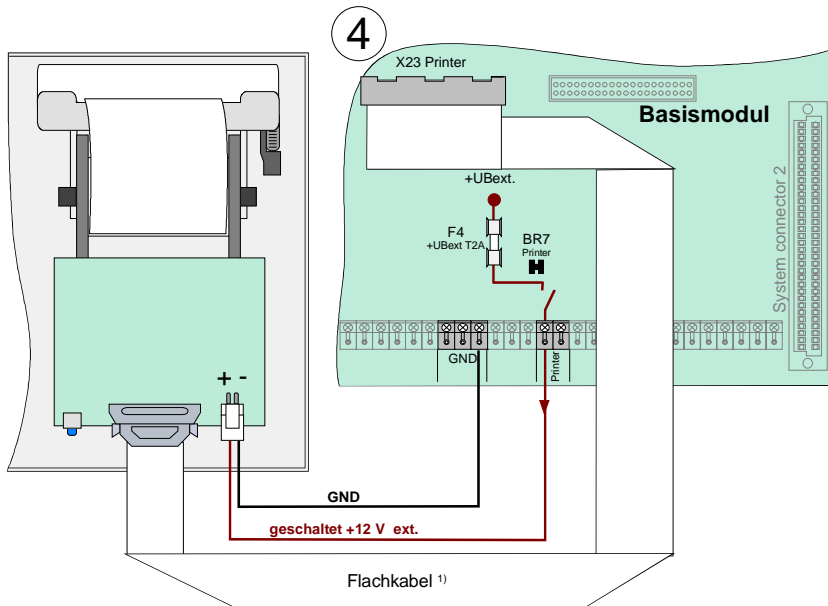

Abb. 118: Anschluss Einbaudrucker
4. Bedienteilfront einsetzen und mit Halteklammern am Rahmen befestigen, Drucker in Haltewinkel ① einsetzen und mit beiliegenden Schrauben ② montieren.
5. Drucker anschließen ④ (siehe nächste Seiten Abb. 118 + 120) (Flachkabel und +12 V DC Spannungsversorgung).
6. Spannbügel ③ des Einbaudruckers lösen und Papierrolle einlegen.